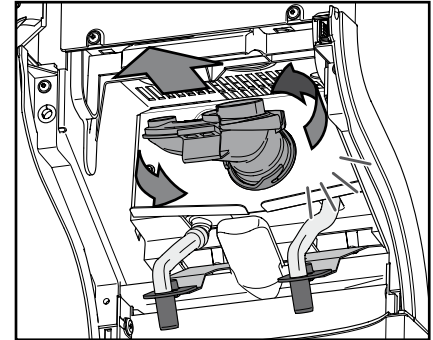

Bild 28
- d. Vrid mixerskålen moturs för att låsa upp den och ta bort den tillsammans med tätningsringen (bild 28).